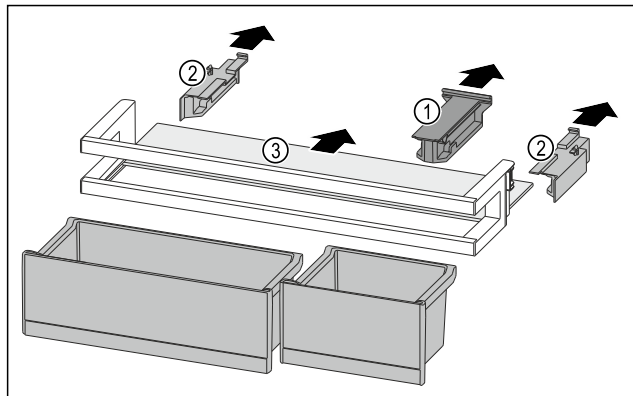

Fig. 186
- Estrarre l'elemento di tenuta Fig. 186 (1).
- Togliere gli elementi laterali Fig. 186 (2).
- Rimuovere il ripiano Fig. 186 (3).